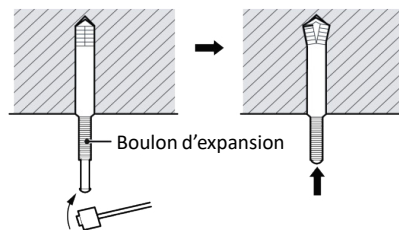

Fig. 4.1.4
- Insérez le boulon d'expansion M10 dans le trou puis enfoncez le clou dans le boulon, comme illustré à la Fig.4.1.4, puis retirez le patron en carton.